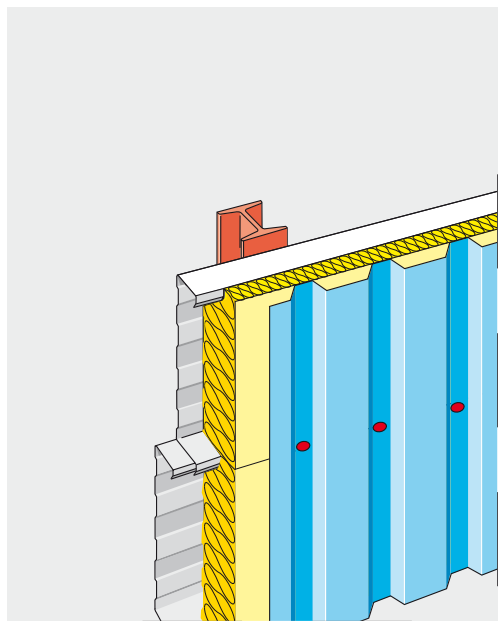

Fig. 1 - Horizontale binnendozen, verticale buitenbeplating
- Horizontale binnendozen, verticale buitenbeplating Isover cladiroll wordt in de binnendozen geplaatst. Ter plaatse van de binnendoosflens heeft Isover cladiroll over de volle lengte een snede. De geprofileerde buitenbeplating wordt door de Isover cladiroll heen, aan de flenzen van de binnendozen bevestigd (fig 1).
- Caissons horizontaux bardage extérieur vertical Isover cladiroll est posé dans les caissons. Au droit des lèvres du caisson, Isover cladiroll présente, sur toute sa longueur, une entaille. Le bardage vertical extérieur est fixé au travers du Cladiroll juste au droit des lèvres du caisson (fig 1).